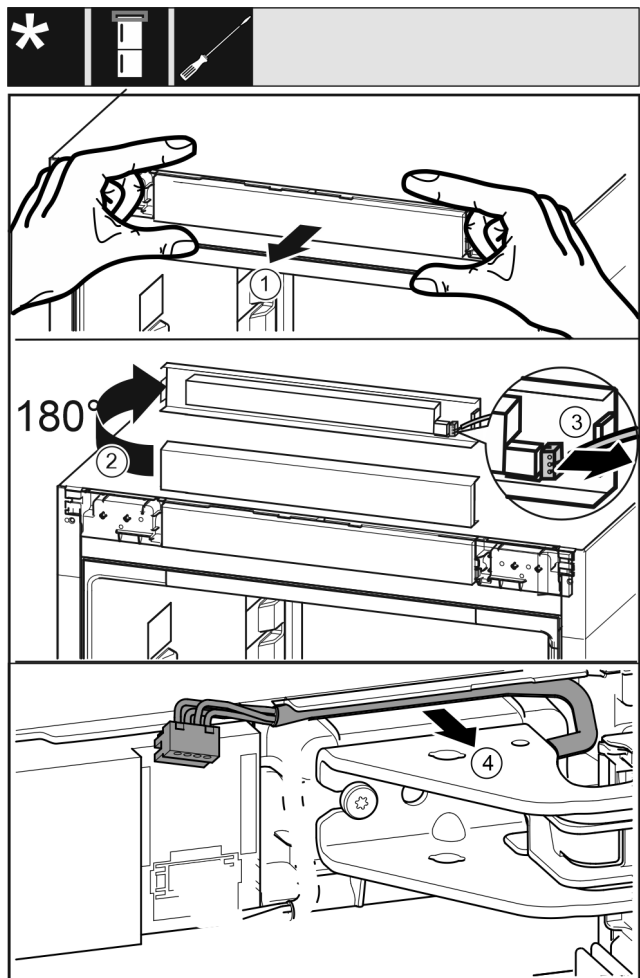

Fig. 19
- ▶ 小心地向前松开冰箱的控制面板。 Fig. 19 (1)
- ▶ 将控制面板向上旋转 180°。 Fig. 19 (2)
- ▶ 向后按住止动凸缘，并小心地拉出插头。 Fig. 19 (3)
- ▶ 将托架上方电缆小心地从导向装置上松开。 Fig. 19 (4)